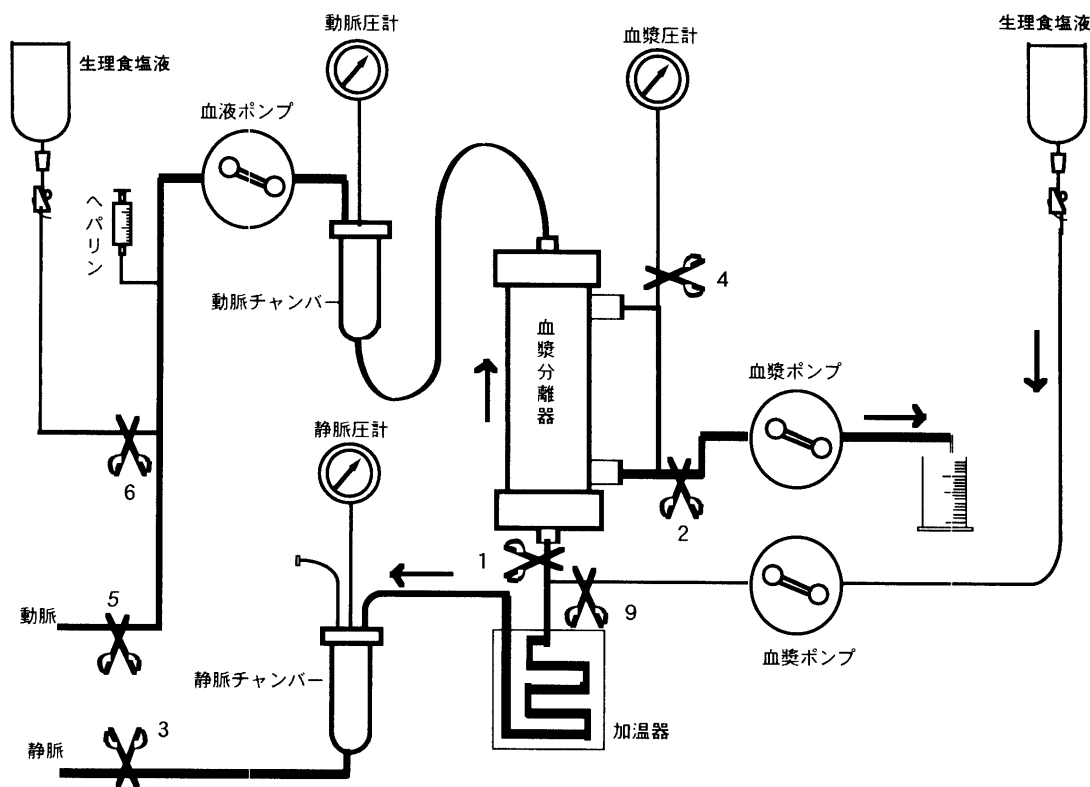

図5 単純血漿交換法：洗浄
4.1.4 洗浄（図5）
- ①加温バック、静脈側回路の洗浄、充填
- ②血漿分離器のファイバー内、動脈側回路内の洗浄、充填（図5）
③血漿分離器のファイバー外側の洗浄（図5）